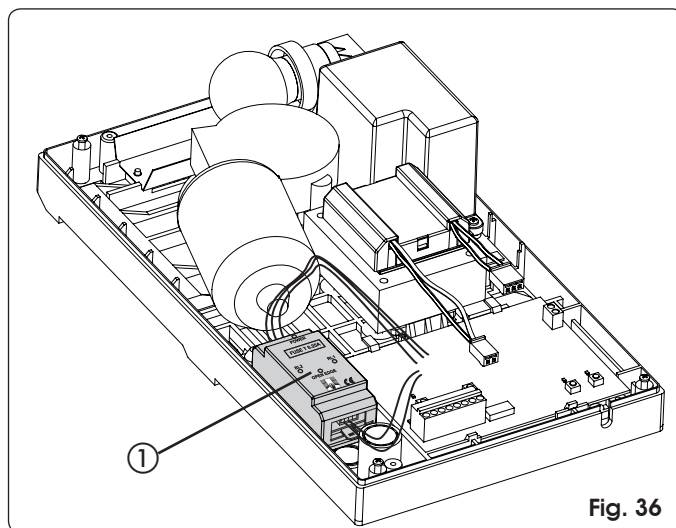

Fig. 36
L'utilizzo della costa di sicurezza ad elemento conduttivo è agevolato dalla possibilità di alloggiare a bordo dell'operatore l'apposita centralina (Fig. 36 rif. ①).
- Alloggiare l'unità di controllo come indicato in Fig. 36.